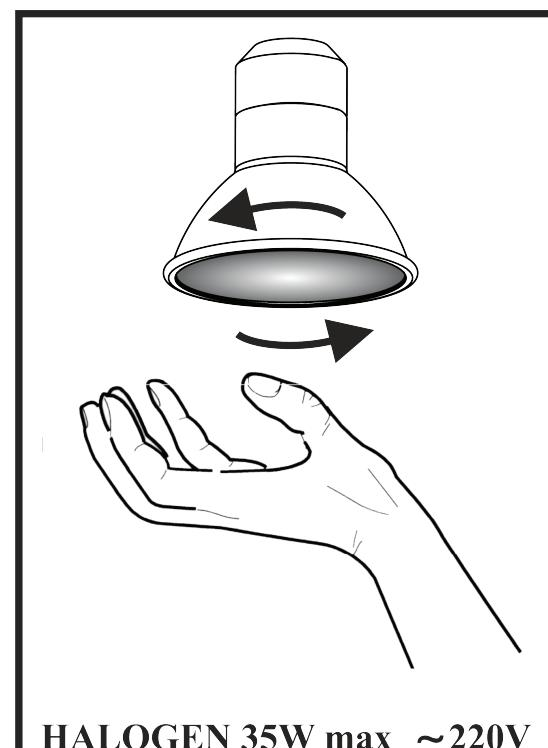

Рис.7
8.9 На витяжці встановленна **HALOGEN** лампа для підсвітки робочої зони плити. Перед початком заміни лампи освітлення необхідно відключити витяжку від електромережі, дати можливість охолонути лампі. Для заміни лампи необхідно відкрити **декоративне скло**, зняти алюмінієвий фільтр натиснувши на **пружинну засувку**, утримуючи тримач патрона, злегка надавити на **лампу** в напрямку патрона і, повернувши її проти годинникової стрілки, вийняти з корпусу витяжки (**рис.7**).